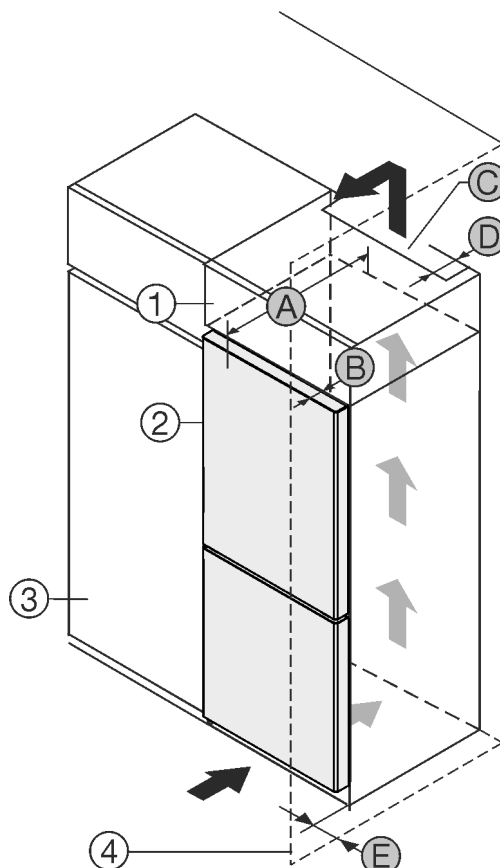

Fig. 1
- (1) Överskåp
- (2) Apparat
- (3) Köksskåp
- (4) Vegg
- (5) Apparatsens djup
- (6) Dörrens djup
- (7) Ventilationsarea
- (8) Avstånd, skåpets baksida
- (9) Avstånd, skåpets sida
Du kan ställa apparaten direkt bredvid köksskåpet Fig. 1 (3).
Bakom överskåpet måste det finnas en luftspalt med djupet Fig. 1 (D) längs hela överskåpets bredd.
Under taket måste angiven ventilationsprofil Fig. 1 (C) följas.
Om du placerar apparaten med gångjärnen bredvid en vägg Fig. 1 (4) måste avståndet mellan apparaten och väggen vara minst 13 mm.
Om du placerar apparaten med gångjärnen bredvid en vägg Fig. 1 (4) måste avståndet mellan apparaten och väggen vara minst 20 mm.
För att dörren ska kunna öppnas helt måste apparaten sticka ut från köksskåpets front med samma mått som dörrens djup Fig. 1 (B). Beroende på köksskåpens Fig. 1 (3) djup och om väggavståndshållare används kan skåpet skjuta ut ännu mer.